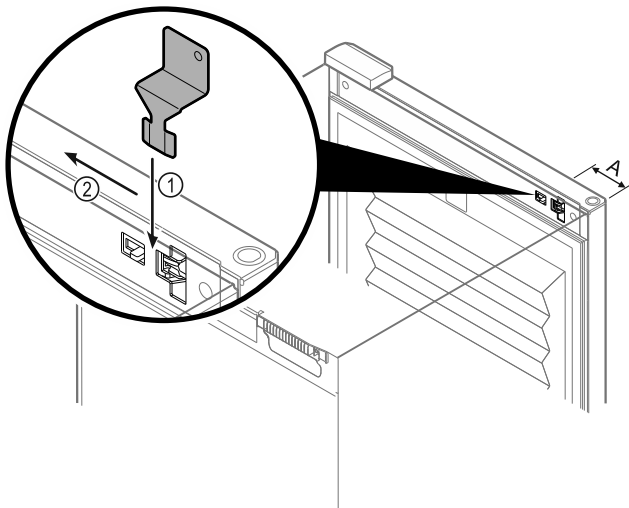

Fig. 63
- Notentriegelungsschlüssel an vorgegebener Stelle positionieren Fig. 63 (A) ≈ 100 mm (3 15/16 in).
- Notentriegelungsschlüssel Fig. 63 (1) zwischen Tür und Gerätekörper von oben bis zum Anschlag einstecken.
- Notentriegelungsschlüssel in Richtung Scharnier ziehen. Fig. 63 (2)